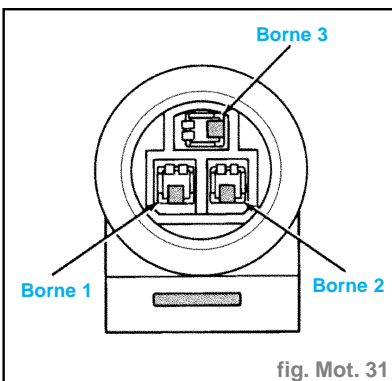

fig. Mot. 31
- 1 Mesurer la tension de sortie du capteur MAP au connecteur du capteur, entre les bornes **N°s 2 et 3** (fig. Mot. 31). Avec le commutateur d'allumage en position EN FONCTION et avec le moteur arrêté, la tension de sortie doit être de **4 à 5 V**. La tension doit tomber à **1,5 - 2,1 V** quand le moteur est chaud et tourne au ralenti au point mort. Si tout est en ordre, passer à l'étape suivante. Sinon, passer à l'étape 3.